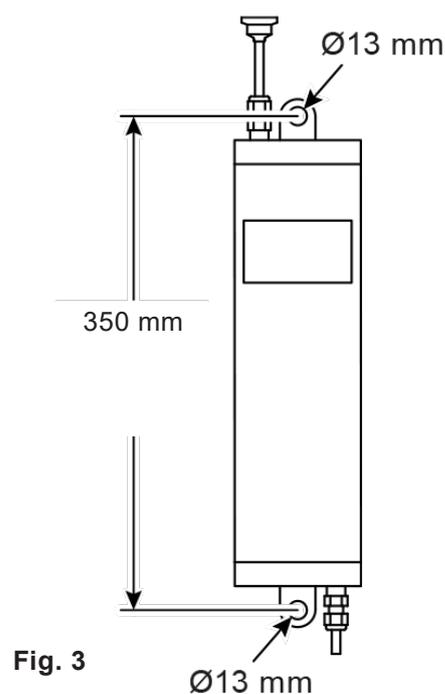

Fig. 3
- Le refroidisseur d'échantillon doit être monté verticalement, en utilisant les pattes de fixation percées (voir Fig. 3).